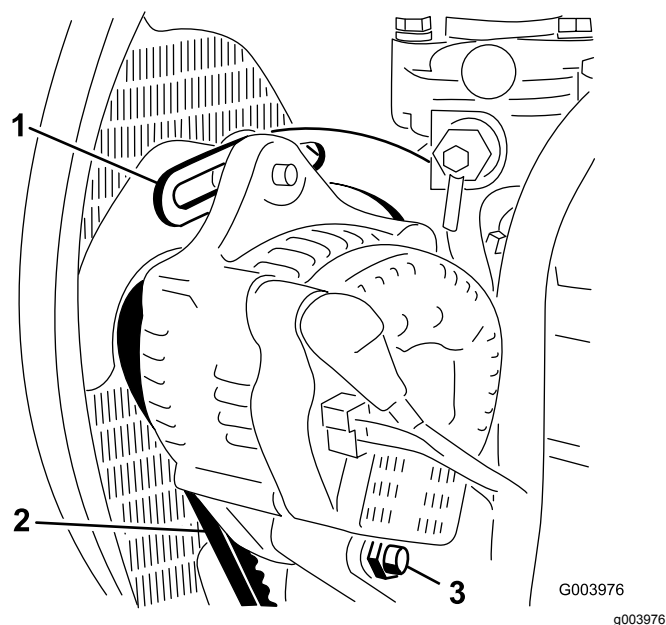

Figura 63
2. Controllate la tensione della cinghia dell'alternatore premendola (Figura 63) al centro tra le pulegge dell'alternatore e dell'albero a gomito con una forza di 10 kg.
3. Allentate il bullone che fissa il supporto al motore (Figura 63), il bullone che fissa l'alternatore al supporto ed il bullone di rotazione.